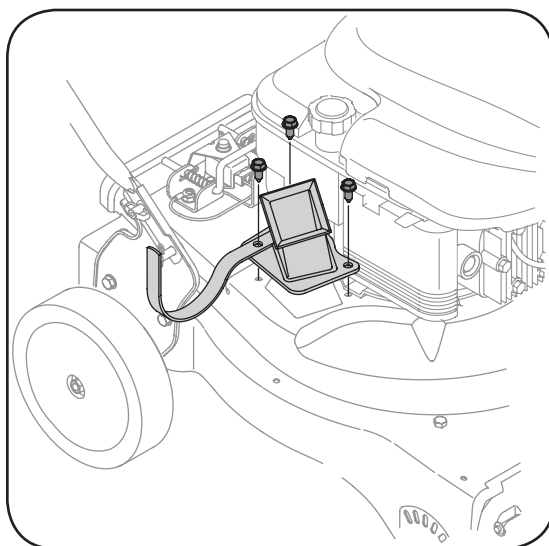

Figura 5-3
3. Ajuste los tres tornillos de cabeza hexagonal que sostienen la suspensión de soporte de manguera y el canal de la cortadora a la caja superior. Vea la figura 5-3.